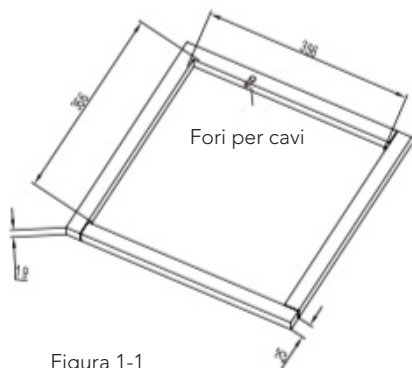

Figura 1-1
2. Deve essere in grado di mantenere separati la superficie esterna del tetto e il tetto interno e di sostenerli, in modo che quando il condizionatore d'aria sul tetto e il gruppo per il soffitto interno sono avvitati insieme, non si verifichi alcun crollo. Nella Figura 1-1 è raffigurato un telaio di supporto atipico.